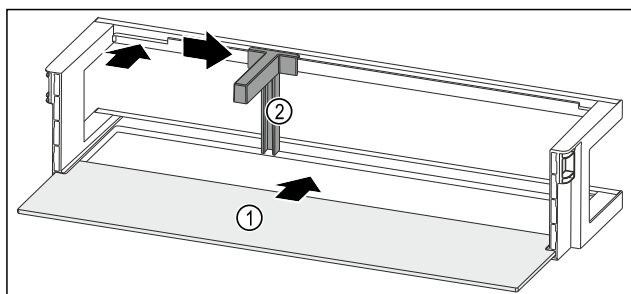

Fig. 216 Dveřní přihrádka s odkládací plochou
- Odkládací plochu Fig. 216 (1) zasuněte do bočních vybrání.
- Držák lahví Fig. 216 (2) vložte do vybrání.
- Držák lahví Fig. 216 (2) posuňte na stranu do požadované polohy.